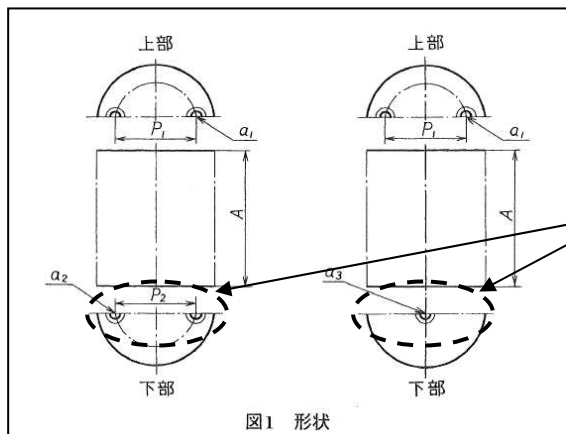

図1. JISC3851 図1 形状より
一例として、②で規定している形状の図面を図1. に示します。ここで碍子の下部はボルト受けが